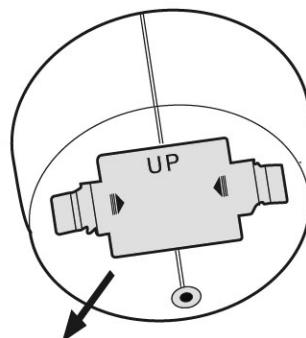

Figur 4
4. Lossa knaparna på sökspolens ände, justera sedan sökspolen till önskad vinkel och låt sökspolen ligga parallellt mot marken. Var försiktig så du inte misstar platsen för sökspolen (Figur 4).